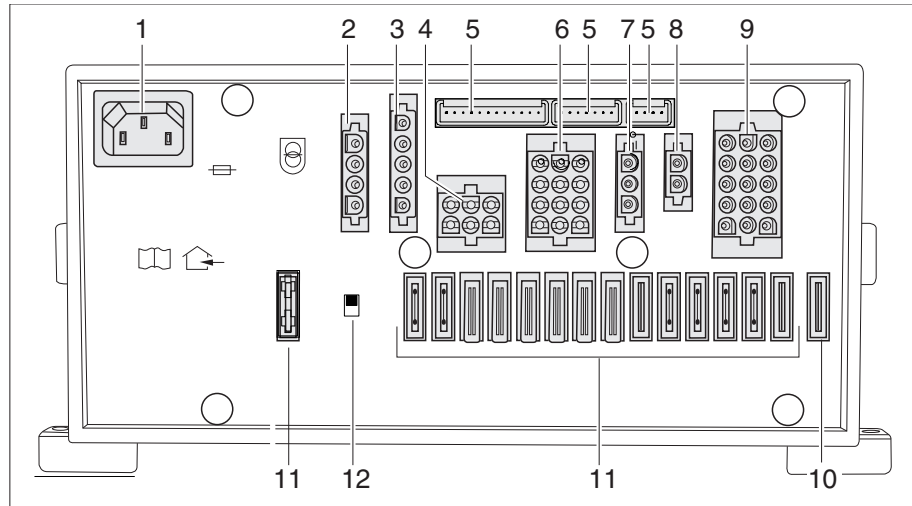

Fig. 254 Bloque eléctrico (EBL 111)
- ▷ El separador de batería (Fig. 254,12) desconecta todos los consumidores que están conectados al bloque eléctrico, de la fuente de alimentación 12 V.